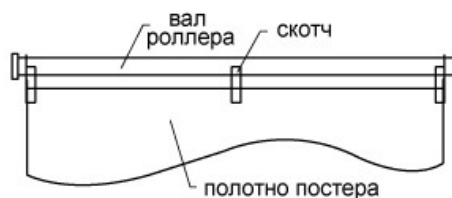

рис. 2
1. Наклейка постера на вал производится не менее чем в трех точках по длине вала скотчем или другим самоклеящимся материалом (см. рис. 2). В начале и в конце полотна постеров должны быть свободные от печати технологические припуски для намотки на валы длиной 400 мм. Наклейку необходимо начинать с верхнего вала, выравнивая полотно по направлению к нижнему валу. Далее перемотать на верхний вал весь рулон и приклеить постеры к нижнему валу. После этого перемотать все полотно вниз при помощи пульта в режиме прокрутки. Если намотка производилась без перекосов, можно наклеивать стикеры.